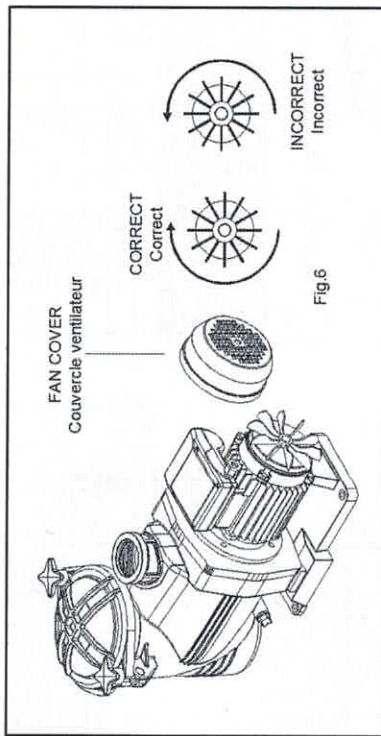

Fig.6
- In three-phase motors check that the motor rotation direction is correct, by means of the fan located in the rear part of the motor, seen through the peephole in the fan cover. (Fig.6)
- Sur les moteurs triphasés, vérifiez que le sens de rotation du moteur est correct en regardant le ventilateur situé dans la partie arrière de la pompe à travers la lumière du couvercle du ventilateur. (Fig. 6).
partie arrière de la pompe à travers la lumière du couvercle du ventilateur. (Fig. 6).